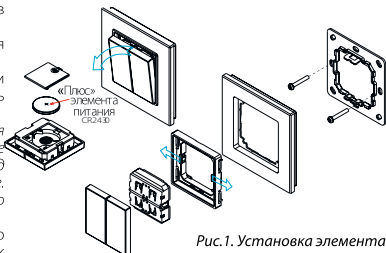

Рис.1. Установка элемента питания и монтаж панели.
2. Установите элемент питания SR2430 в панель (рис. 1).